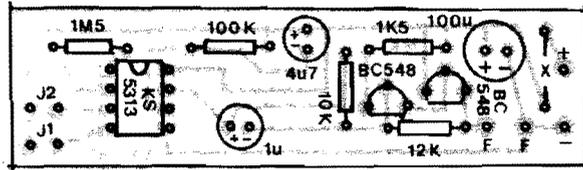

Fig. 3
- FIG. 3 - "CHAPEADO" DA MONTAGEM (MK1) - O lado não cobreado da placa, com todas